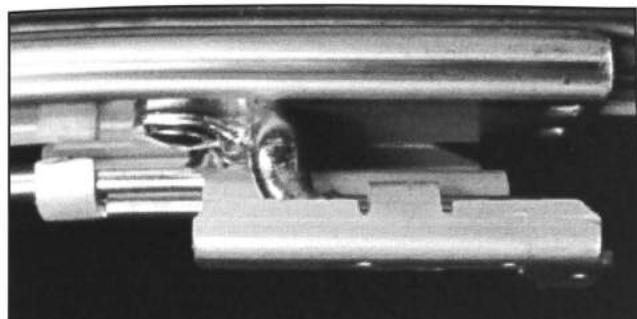

FIGURE 15
- e) Les languettes doivent être courbées par-dessus le cadre comme illustré. Voir la Figure 15.